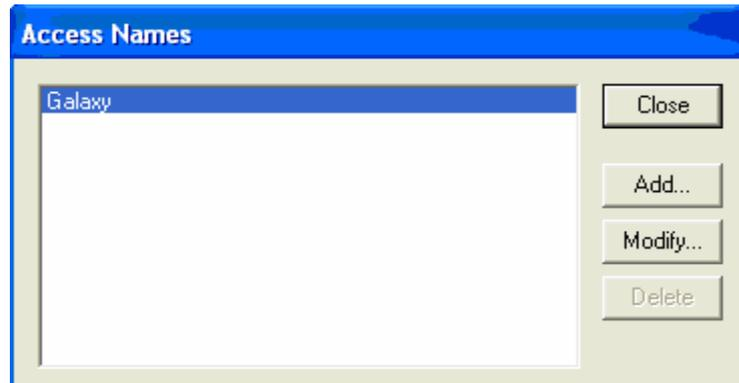

Figura 4.7. Access Names
**En el Intouch en la barra de herramientas, en Special se presiona Access Names... apareciendo la siguiente ventana de la figura 4.7.**